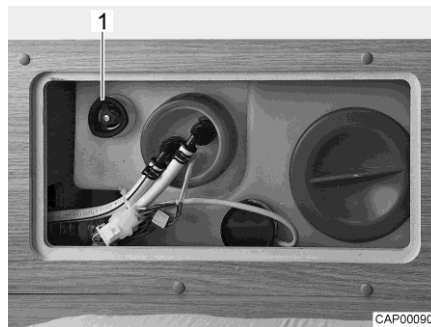

Fig. 62 Réservoir d'eau avec poignée tournante
- Faire tourner la poignée tournante (Fig. 62,1) du réservoir d'eau à fond dans le sens inverse des aiguilles d'une montre au-delà de la résistance pour ouvrir entièrement l'ouverture d'écoulement.